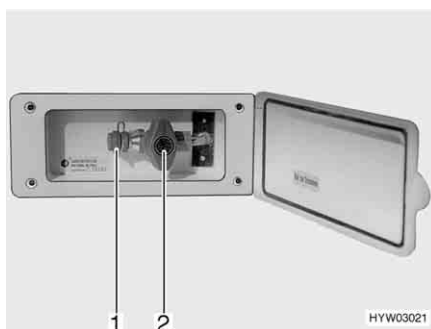

Fig. 100 Presa gas esterna (rubinetto di arresto del gas chiuso)
La presa gas esterna (Fig. 100) si trova, a seconda del modello, nella parte posteriore o sul lato destro o sinistro del veicolo.
- Collegare l'apparecchio a gas esterno all'attacco (Fig. 100,1).
- Aprire il rubinetto di arresto del gas (Fig. 100,2).